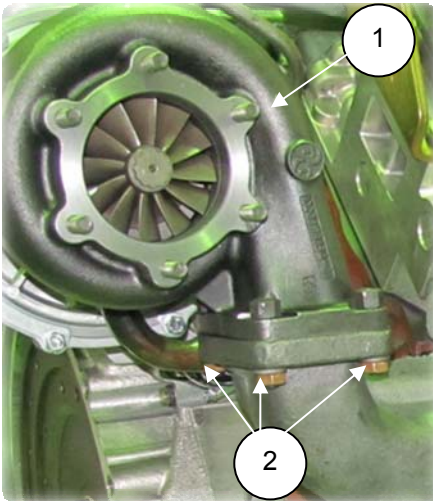

Рис. 6.64
4. Установить 4 болта (2) М10 в отверстия фланца турбокомпрессора правого, подложить прокладку, установить турбокомпрессор правый (1) (ТКР-100-03), подобранный с трубкой, на задний правый выпускной коллектор, подложить под гайки шайбы, навернуть гайки на 2-3 нитки от руки (рис. 6.64);